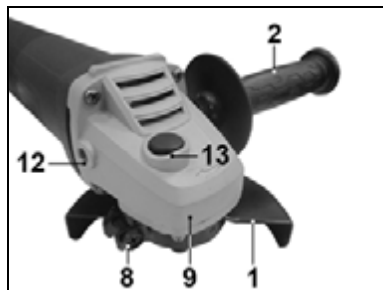

Рис.4.
7.2 Установка дополнительной рукоятки (Рис. 4).